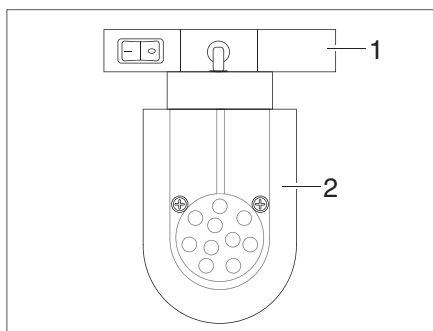

Bild 140 LED-spotlight (exempel)
- Ta tag i hållaren (Bild 140,1) och vrid 90°.
- Ta av LED-spotlightsen (Bild 140,2) från skenorna.
- Sätt in LED-spotlightsen (Bild 140,2) på önskat ställe i skenorna och vrid 90°.